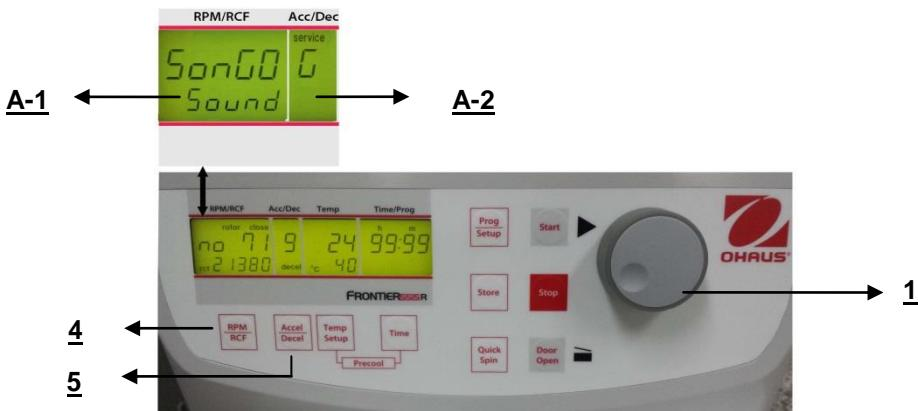

Figure. 35
Poursuivre conformément à la description du paragraphe 4.1.2 pour entrer dans ce mode de programme et appuyer ensuite sur la touche "Accel/Decel" (5). Sur l'affichage "Acc/Dec" (A-2), le mot "Service" clignote. Sélectionner maintenant la lettre "G" avec le bouton de réglage (1). Ceci entraîne l'apparition des mots "SonGo/Sound" sur l'affichage "RPM | RCF" (A-1). Après avoir appuyé sur la touche "RPM | RCF" (4), il est possible de sélectionner une sonorité avec le bouton de réglage (1). (voir la figure 35) Après avoir mémorisé les réglages (voir 4.1.2), vous pouvez revenir au mode de programmation normale en mettant hors tension la centrifugeuse pendant un court moment.